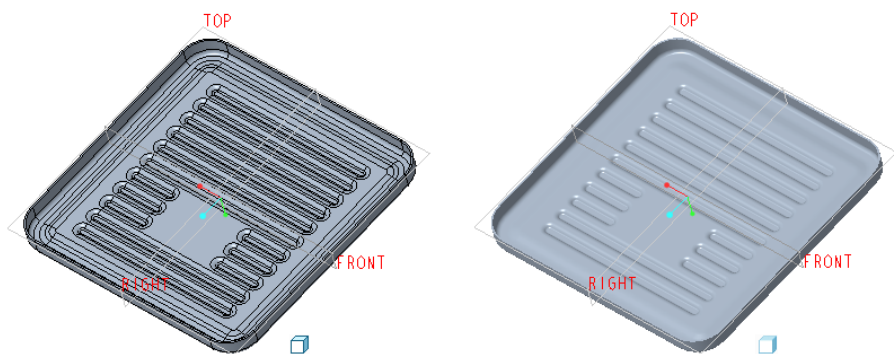

图 5-127 由实体转换为钣金件
- (1) 在功能区的“模型”选项卡中选择“操作”→“转换为钣金件”命令, 则功能区出现“第一壁”选项卡。
- (2) 在“第一壁”选项卡中单击  (壳) 按钮, 打开“壳”选项卡。
- (3) 在“壳”选项卡中打开“参考”面板, 可以看到“移除的曲面”收集器处于活动状态。在图形窗口中选择实体模型的平整底面。
- (4) 在“壳”选项卡的“厚度”框中设置板材厚度为“1.5”。
- (5) 在“壳”选项卡中单击  (完成) 按钮, 转换为钣金件的效果如图 5-127 所示。